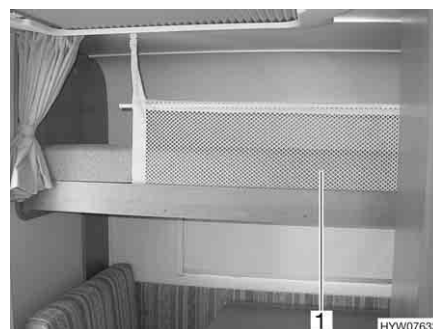

Fig. 40 Rete protettiva sul letto ribaltabile
- Agganciare la rete protettiva (Fig. 40,1), quando viene usato il letto ribaltabile.